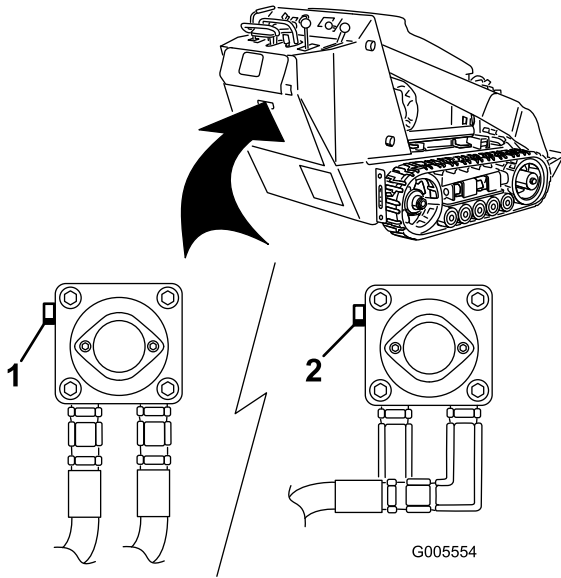

Bild 17
3. Drehen Sie die Schleppventile auf der Hydraulikölpumpe mit einem Schraubenschlüssel zweimal entgegen dem Uhrzeigersinn (Bild 17).